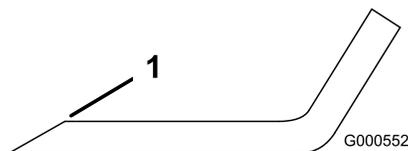
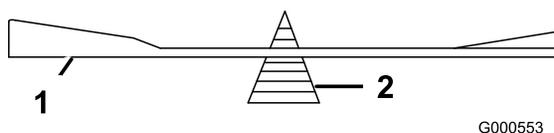

Figure 53
Figure 54
1. Au moyen d'une lime, aiguiser les tranchants aux deux extrémités de la lame (Figure 53). Veillez à conserver l'angle de coupe d'origine. Limez la même quantité de métal sur chacun des deux tranchants pour ne pas déséquilibrer la lame.
2. Vérifiez l'équilibre de la lame en la plaçant sur un équilibreur (Figure 54). Si la lame reste horizontale, elle est équilibrée et peut être utilisée. Si la lame est déséquilibrée, limez un peu l'extrémité de la partie relevée seulement (Figure 53). Répétez la procédure jusqu'à ce que la lame soit équilibrée.